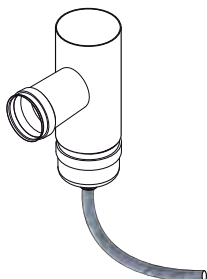

fig 5.7
**Per garantire la possibilità di drenaggio della condensa che può formarsi nel condotto fumario, è necessario installare un raccordo a T all'uscita del camino verso l'esterno dell'edificio (fig. 5.7).**